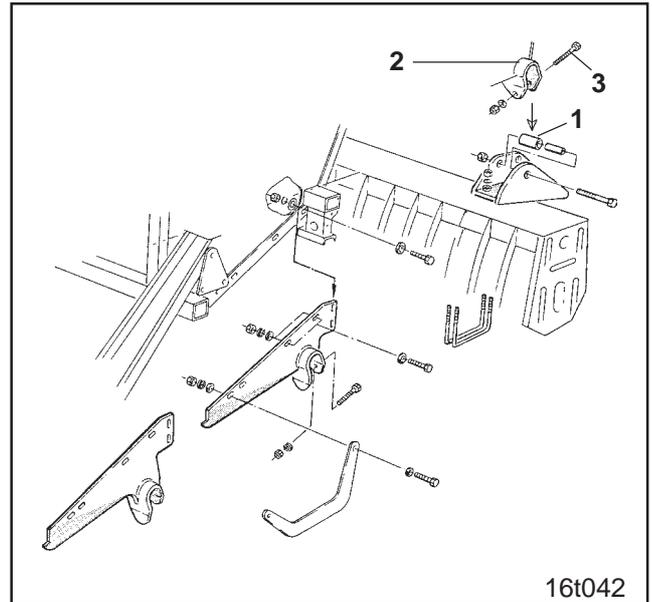

Fig. 7.4
- Lagerwellen (Fig. 7.4/1) und Fangtaschen (Fig. 7.4/2) zusammenführen, mit Bolzen (Fig. 7.4/3) abstecken und mit Federvorsteckern sichern.